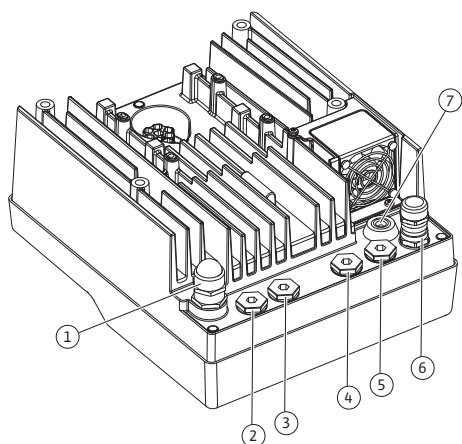

Fig. 18: Kabelske uvednice/skoznički za kabel
4. Priključni kabel speljite skozi kabelsko uvodnico M25 (Fig. 18, poz. 1). Kabelsko uvodnico privijte s predvidenim navorom.